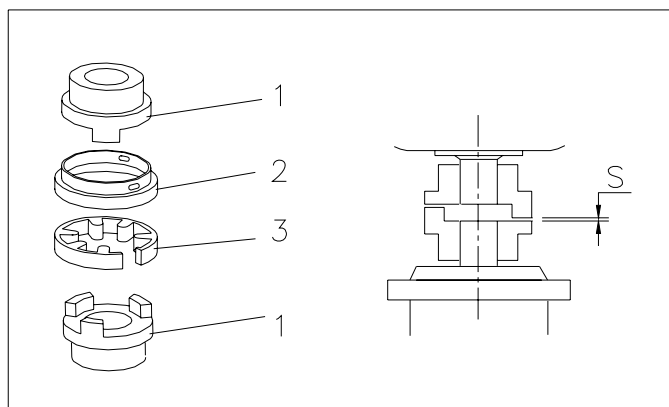

Fig. 8.2
Verwijder beide afdekkapjes (fig.8.2 pos 2) door het uitdraaien van de bevestigingsschroeven.